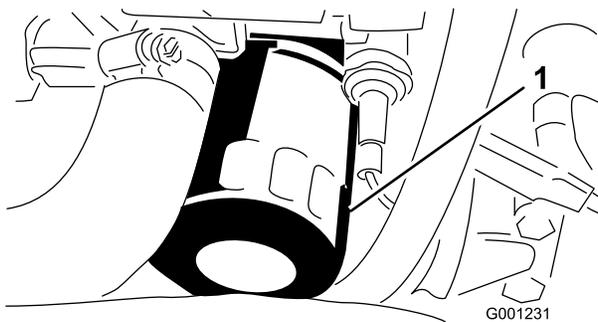

Рисунок 50
6. Снимите и замените масляный фильтр (Рисунок 50).